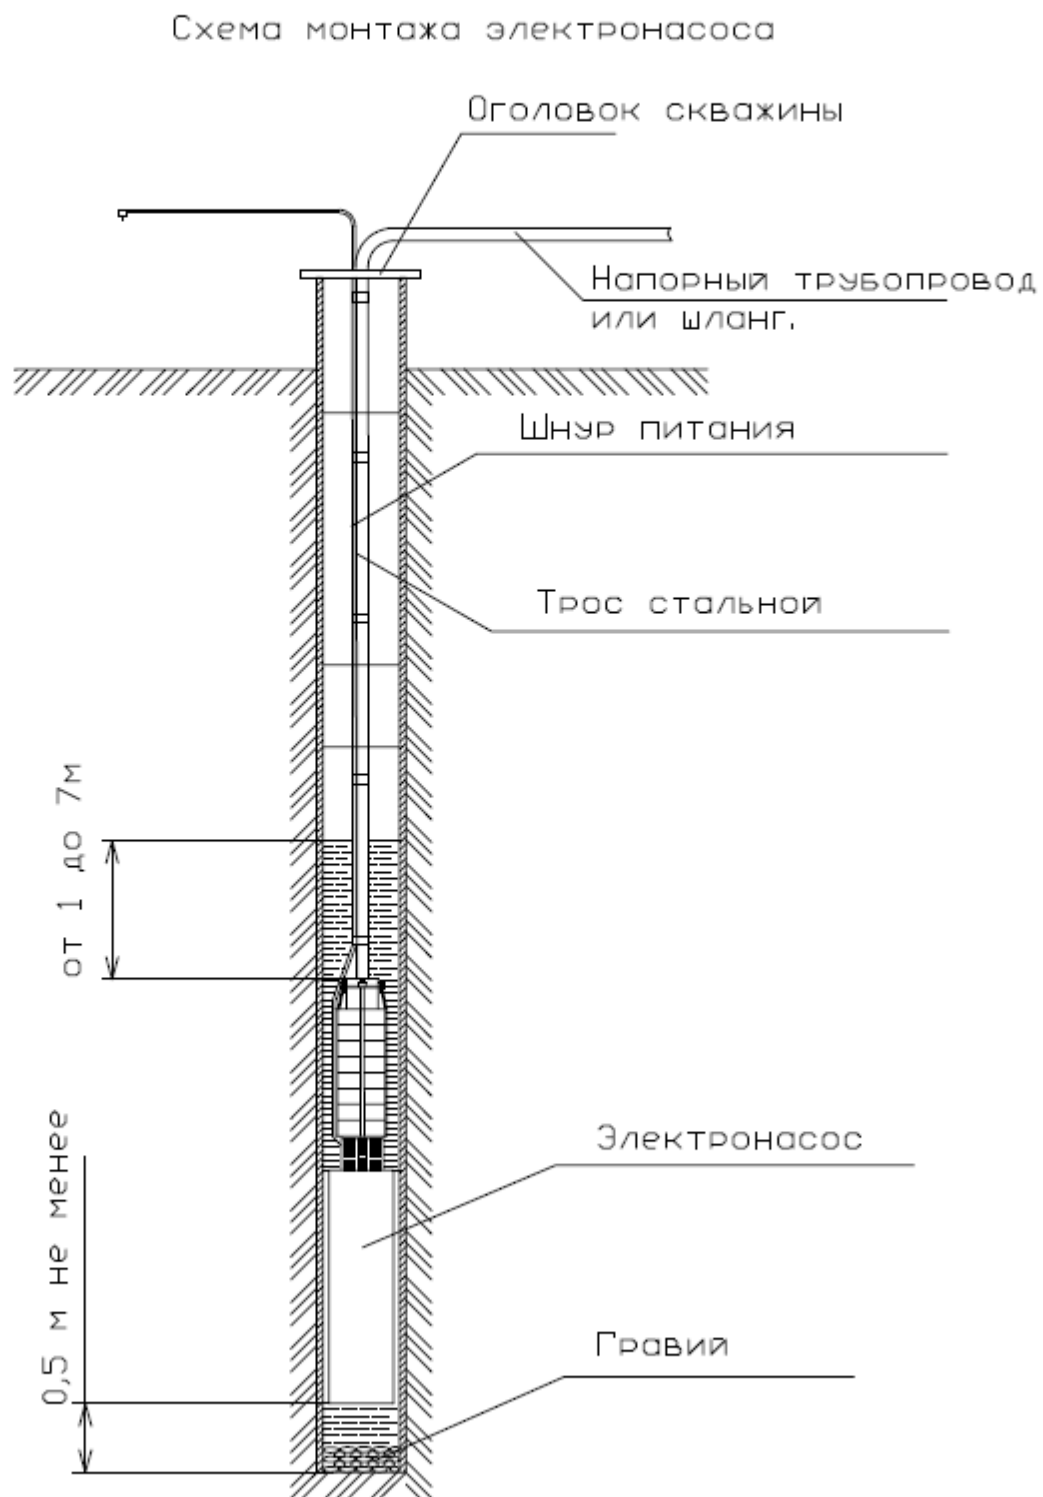

Рис.3
6.2. Схема установки электронасоса приведена на рис. 3. Для напорного трубопровода следует использовать металлические или пластмассовые трубы с присоединительной резьбой G -1, а также гибкие шланги с внутренним диаметром 25 – 26 мм. При подаче электронасосами питьевой воды напорные трубопроводы и шланги должны быть предназначены для холодной питьевой воды.